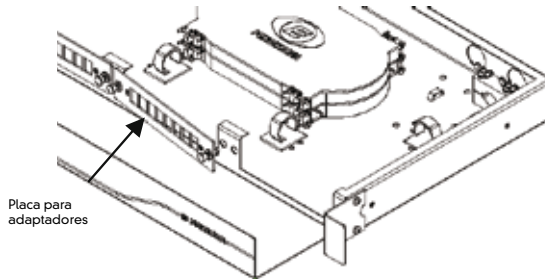

Figura 8. Montaje de la placa para adaptadores
**7.1. Instalar las placas de adaptadores, colocando manualmente los pinos plásticos de las placas en orificios do Panel frontal del DIO (figura 8).**